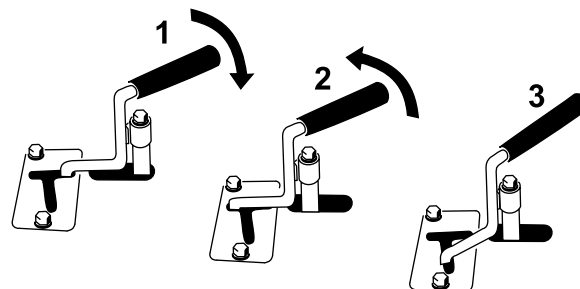

Figura 12
- Para accionar un accesorio hidráulico en dirección hacia adelante, gire la palanca del sistema hidráulico auxiliar hacia atrás y presiónela hacia abajo, hacia la barra de referencia (Figura 12, número 1).
- Para accionar un accesorio hidráulico en dirección hacia atrás, gire la palanca del sistema hidráulico auxiliar hacia atrás y, a continuación, muévela hacia la izquierda, a la ranura superior (Figura 12, número 2).
Nota: Si suelta la palanca cuando está en posición HACIA ADELANTE, la palanca vuelve automáticamente a la posición de PUNTO MUERTO (Figura 12, número 3). Si está en la posición de MARCHA ATRÁS, permanecerá en ella hasta que la saque de la ranura.